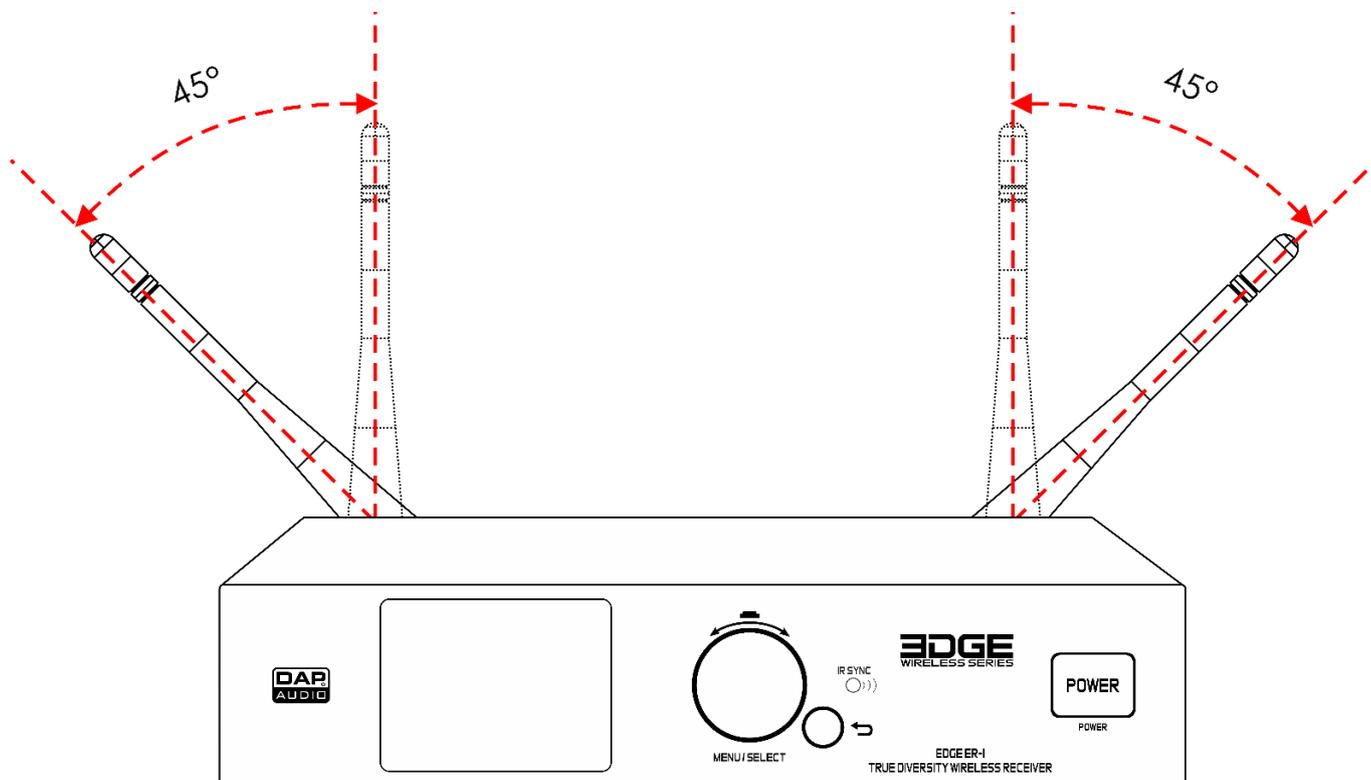

Fig. 13
- 01) Introduzca la 1ª antena en el **conector BCN 12-15 V DC (09)**.
- 02) Introduzca la 2ª antena en el **conector BCN 12-15 V DC (15)**.
- 03) Separe las antenas de la unidad entre ellas en un ángulo de 45° con referencia a la posición vertical (Fig. 13).